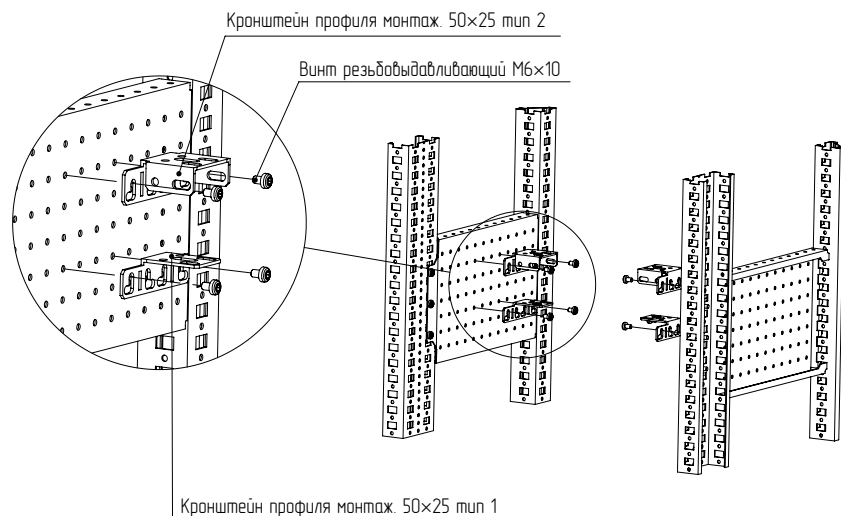

Рисунок 3
4.1.2 Установить кронштейн профиля монтажного тип 1 (2) на панель монтажную боковую перфорированную винтами М6×10 на нужной высоте (рисунок 3). Момент затяжки – 7 Н·м. Монтажная плоскость кронштейнов должна быть на равном удалении от плоскости крышки.